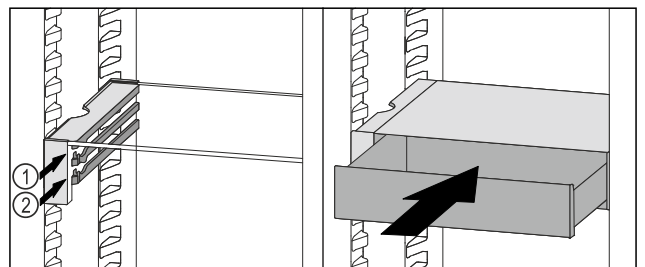

Fig. 63
- VarioSafe-Schubfach hinter den Stoppern auf gewünschter Rippe Fig. 63 (1) oder Fig. 63 (2) aufsetzen.